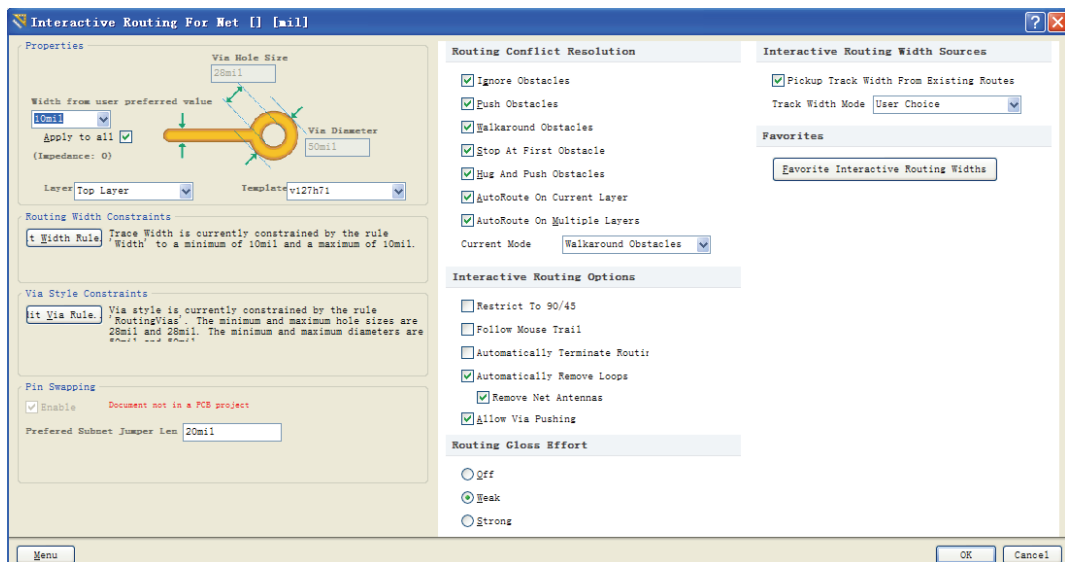

图 10-4 导线属性设置对话框
(1) 绘制直线：单击主工具栏放置命令【Place】下拉菜单中的按钮，或执行菜单命令【Place】→【Interactive Routing】，光标变成十字形，即可进入绘制导线的命令状态。将光标移动到所需绘制导线的起始位置，单击确定导线的起点，然后移动光标，在导线的终点处单击，右击即可绘制出一段直导线。
(2) 绘制折线：如果绘制的导线为折线，则需在导线的每个转折点处单击确认，重复上述步骤，即可完成折线的绘制。
(3) 结束绘制：绘制完一条导线后，系统仍处于绘制导线的命令状态，可以按上述方法继续绘制其他导线，最后右击或按 **Esc** 键，即可退出绘制导线命令状态。
(4) 修改导线：在导线绘制完后，当用户对导线不是十分满意的时候，可以做适当的调整。调整方法为：执行菜单命令【Edit】→【Move】或【Drag】命令，可修改导线。执行【Move】命令后，单击待修改的导线使其出现操控点，然后将光标放到导线上，出现十字箭头光标后可以拉动导线，与之相连的导线随着移动；执行【Drag】命令后，单击待修改的导线使其出现操控点，然后将光标放到导线上，出现十字箭头光标后可以拉动导线移动，与之相连的导线也随着变形；这时如果将光标放到导线的一端，出现双箭头光标后，可以拉长和缩短导线。
(5) 设定导线的属性：系统处于绘制导线的命令状态时，按 **Tab** 键，则会出现导线属性设置对话框，如图 10-4 所示。
在图 10-4 中可以对导线的宽度、过孔尺寸和导线所处的层等进行设置，用户对线宽和过孔尺寸的设置必须满足设计法则的要求。在本例中，设计法则规定最大线宽和最小线宽均为“10mil”，如果设定值超出设计法则的范围，本次设置将不会生效，并且系统会提醒用户该设定值不符合设计规则，如图 10-5 所示。
(6) 编辑和添加导线设计规则：单击图 10-4 中的 **Menu** 按钮，弹出如图 10-6 所示下拉菜单。